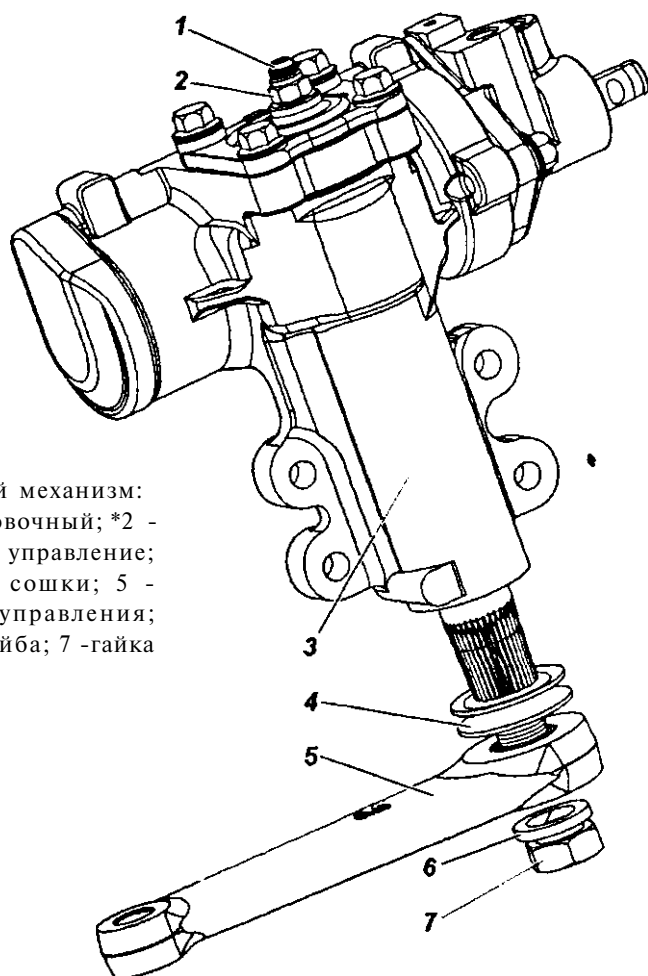

Рис. 12.4. Рулевой механизм:
4. При обнаружении люфта отверните гайку 2 (рис. 12.4) и, вворачивая винт 1, устраните вызывающие люфт зазоры в зацеплении.